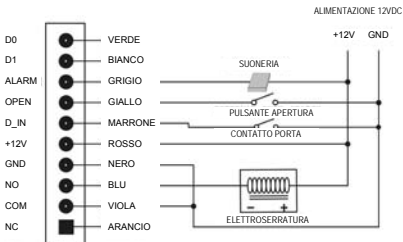

Figura 6
1. Scollegare il connettore del cavo ed eseguire collegamenti necessari (v. Figura 6)